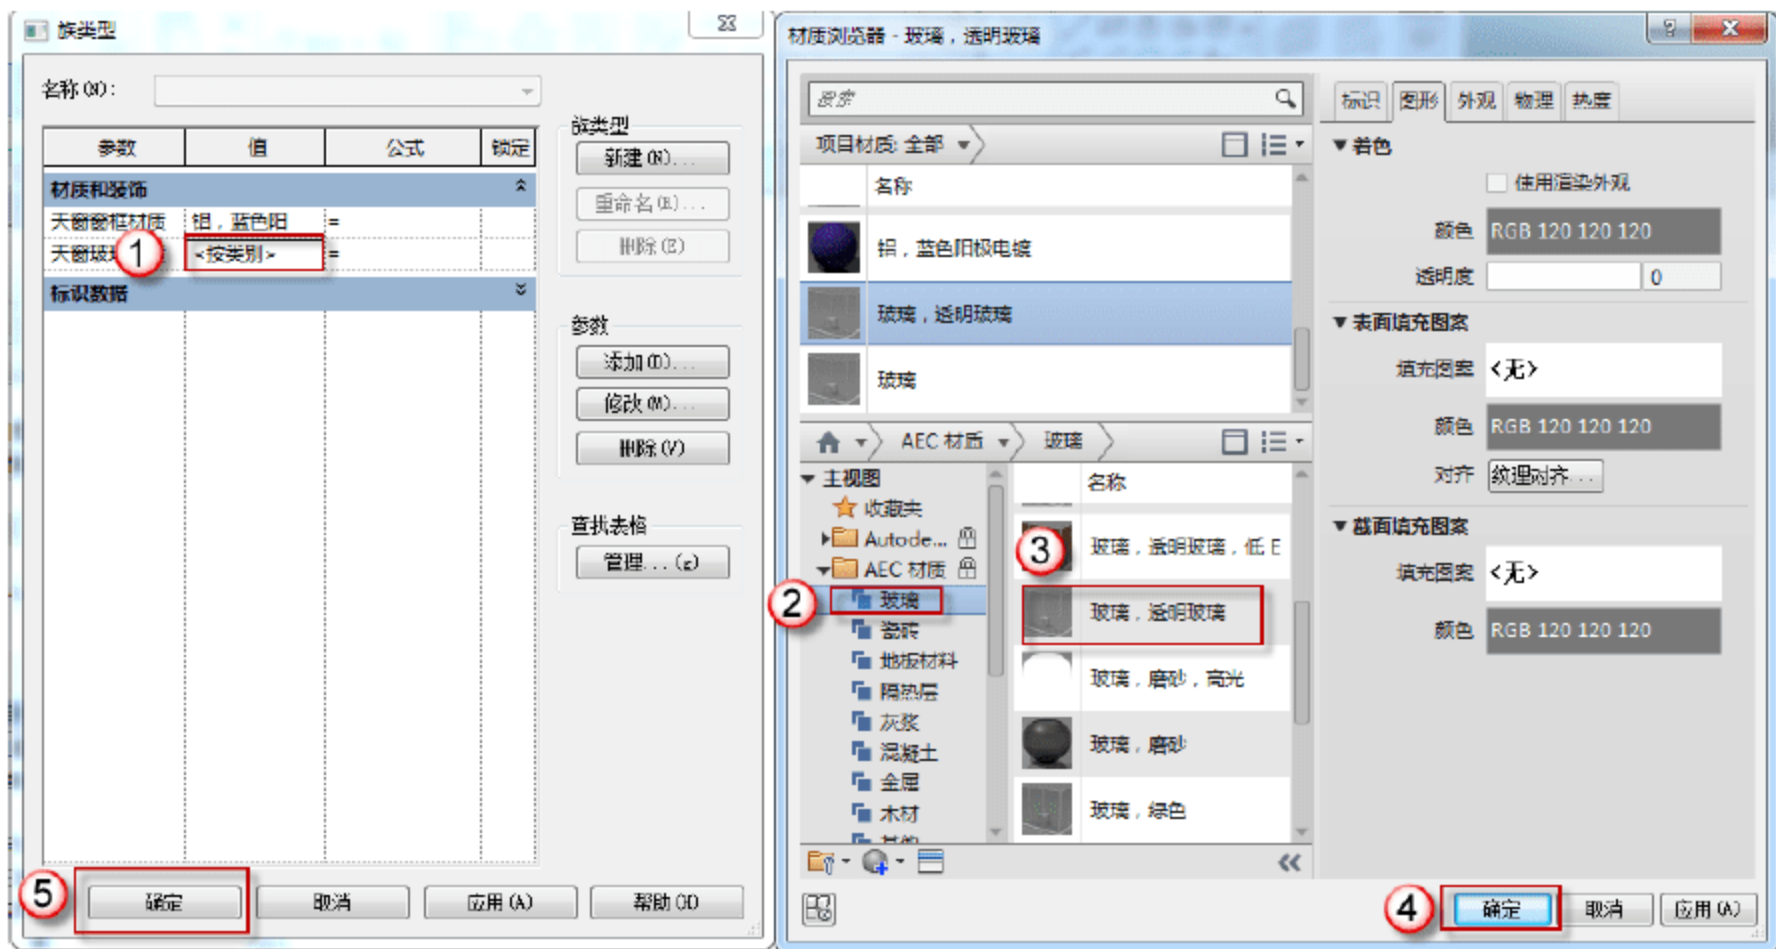

图 12.1.47 设置天窗的玻璃材质
(21) 设置天窗的玻璃材质。在返回的“族类型”对话框中，单击“材质和装饰”参数下“天窗玻璃材质”对应的“按类别”按钮，进入“材质浏览器”对话框，在“AEC 材质”中选择“玻璃”→“玻璃，透明玻璃”，然后单击“确定”按钮，返回“族类型”对话框，单击“确定”按钮，如图 12.1.47 所示。